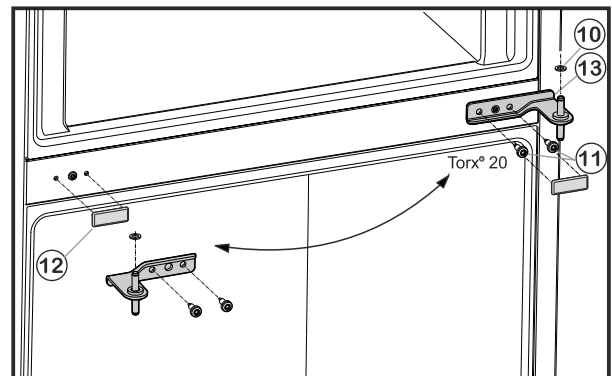

Fig. 6
- ▶ Desserrer les vis de fixation Fig. 6 (11) (2 fois Torx® 20) et retirer le support de palier du milieu de la porte inférieure.
- ▶ Retirer la rondelle en plastique Fig. 6 (10).
- ▶ Retirer le cache Fig. 6 (12) avec précaution.
- ▶ Replacer le cache Fig. 6 (12) du côté opposé.
- ▶ Remettre en place le support de palier du milieu *Fig. 6 (13)* à 180° dans la porte inférieure et la visser solidement à l'aide des vis de fixation *Fig. 6 (11)* (2 fois Torx® 20) sur le nouveau côté de la charnière (**avec 4 Nm**).
- ▶ Remettre en place la rondelle de plastique *Fig. 6 (10)*.
- ▶ Mettre en place la porte supérieure sur le support de palier *Fig. 6 (13)*.